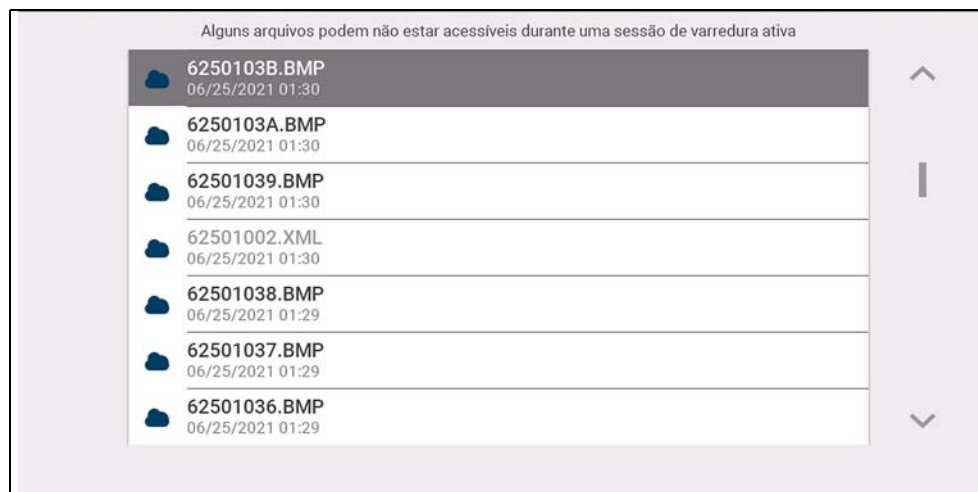

Figura 11-2
- **Todos os dados salvos** – Lista todos os arquivos salvos (Figura 11-2)
Os resultados de varreduras de código e do código de um único sistema são salvos em arquivos (.XML) e podem ser selecionados a partir da lista Todos os dados salvos ou Scanner (Figura 11-2).